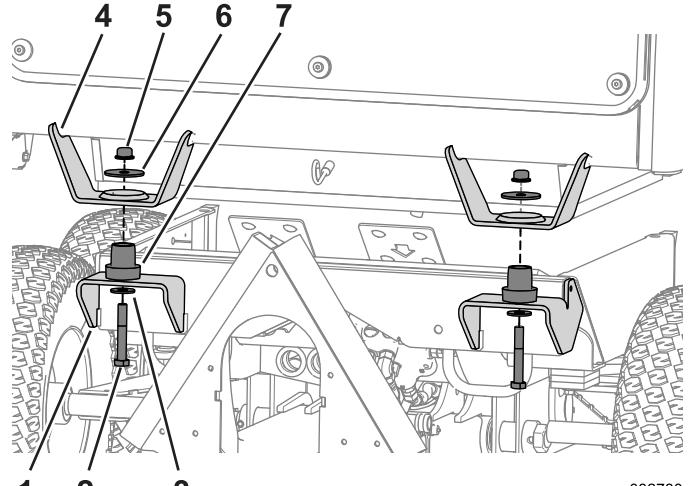

Bild 65
3. Setzen Sie einen Gummi-Isolator in jede Befestigungsstelle ein (Bild 65).
4. Befestigen Sie die Kabine mit der Schraube ( $\frac{1}{2}$ " x  $3\frac{1}{4}$ "), einer großen Schraube und Bundmutter an der Maschine (Bild 65).
2. Senken Sie die Kabine auf die Maschine ab und fluchten die zwei Schraubenlöchern an den vorderen Befestigungen aus (Bild 65).